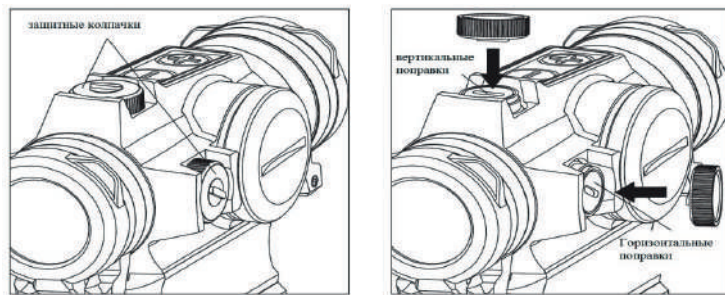

рис.6
1. Сверху прицела находится барабан вертикальных поправок, справа – барабан горизонтальных поправок (см. Рис.6). На фабрике прицельная марка устанавливается в среднее положение.
2. Для ввода поправок можно воспользоваться встроенной в защитный колпачок отверткой (см. Рис. 6). Обратите внимание на надпись внутри крышки.
3. Сначала снимите защитную крышку (см. Рис. 6), вставьте шлиц отвертки в прорезь на барабане ввода поправок и поверните его вправо или влево, чтобы сделать нужную поправку. Каждый щелчок приводит к смещению точки попадания на 0,5 MOA.